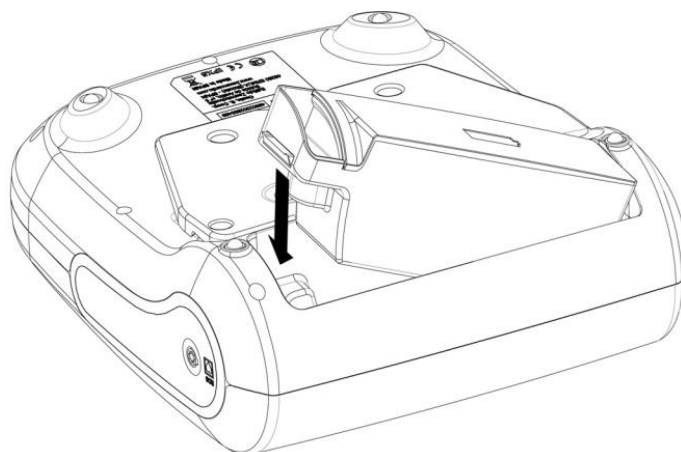

Figura 16: Instalación de la batería
2. Coloque la batería según el diseño de la batería y el equipo como se indica en la **Figura 16**.